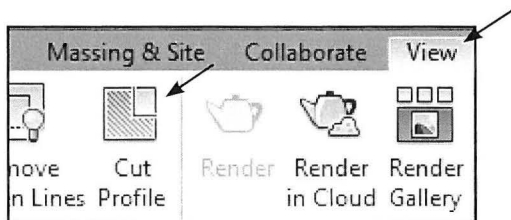

Fig. 14.54. Klik *View - Cut Profile*.
- Klik på *View - Cut Profile* (Fig. 14.54).
- Vælg nu *View - Cut Profile* igen (Fig. 14.54).
- Det sidste lag mangler at blive redigeret, så klik igen *View - Cut Profile* (Fig. 14.54).